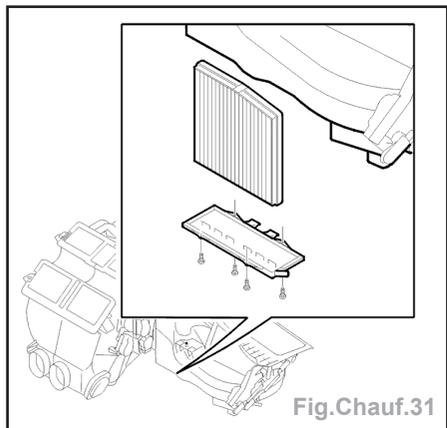

Fig. Chauff.31
- les 4 vis du filtre à air de la protection (fig. Chauff.31),